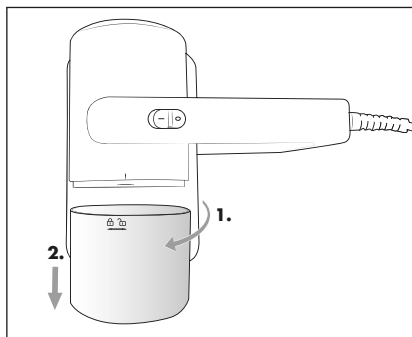

Fig. 4
- 1) Rotiți recipientul de praf **4** în sens antiorar până când marcajul de pe aparat se află peste simbolul  (deschis) pentru a-l îndepărta de pe aparat (fig. 4).